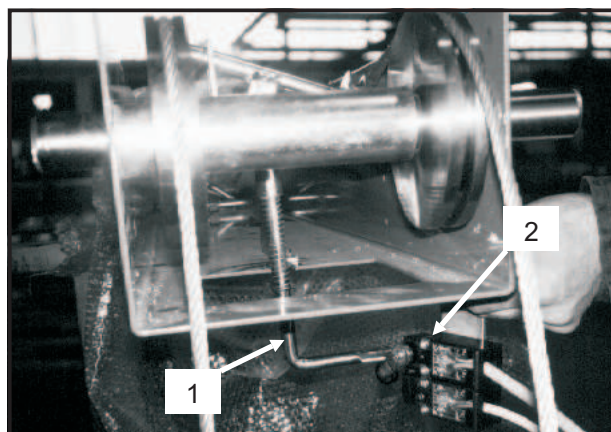

Fig. 17a
- nel caso dovesse verificarsi la rottura e/o l'allentamento delle funi di sincronismo interviene il sensore (rif.1 Fig. 17a) applicato sulla trave superiore che aziona il microinterruttore di sicurezza funi e sicurezza salita (rif.2 Fig. 17a).
- In case of a sudden, synchronized cables loosening and/or breaking, the sensor intervenes (ref.1 Fig. 17a) on the upper beam action the microswitch safety cables and safety lift (ref.2 Fig. 17a).